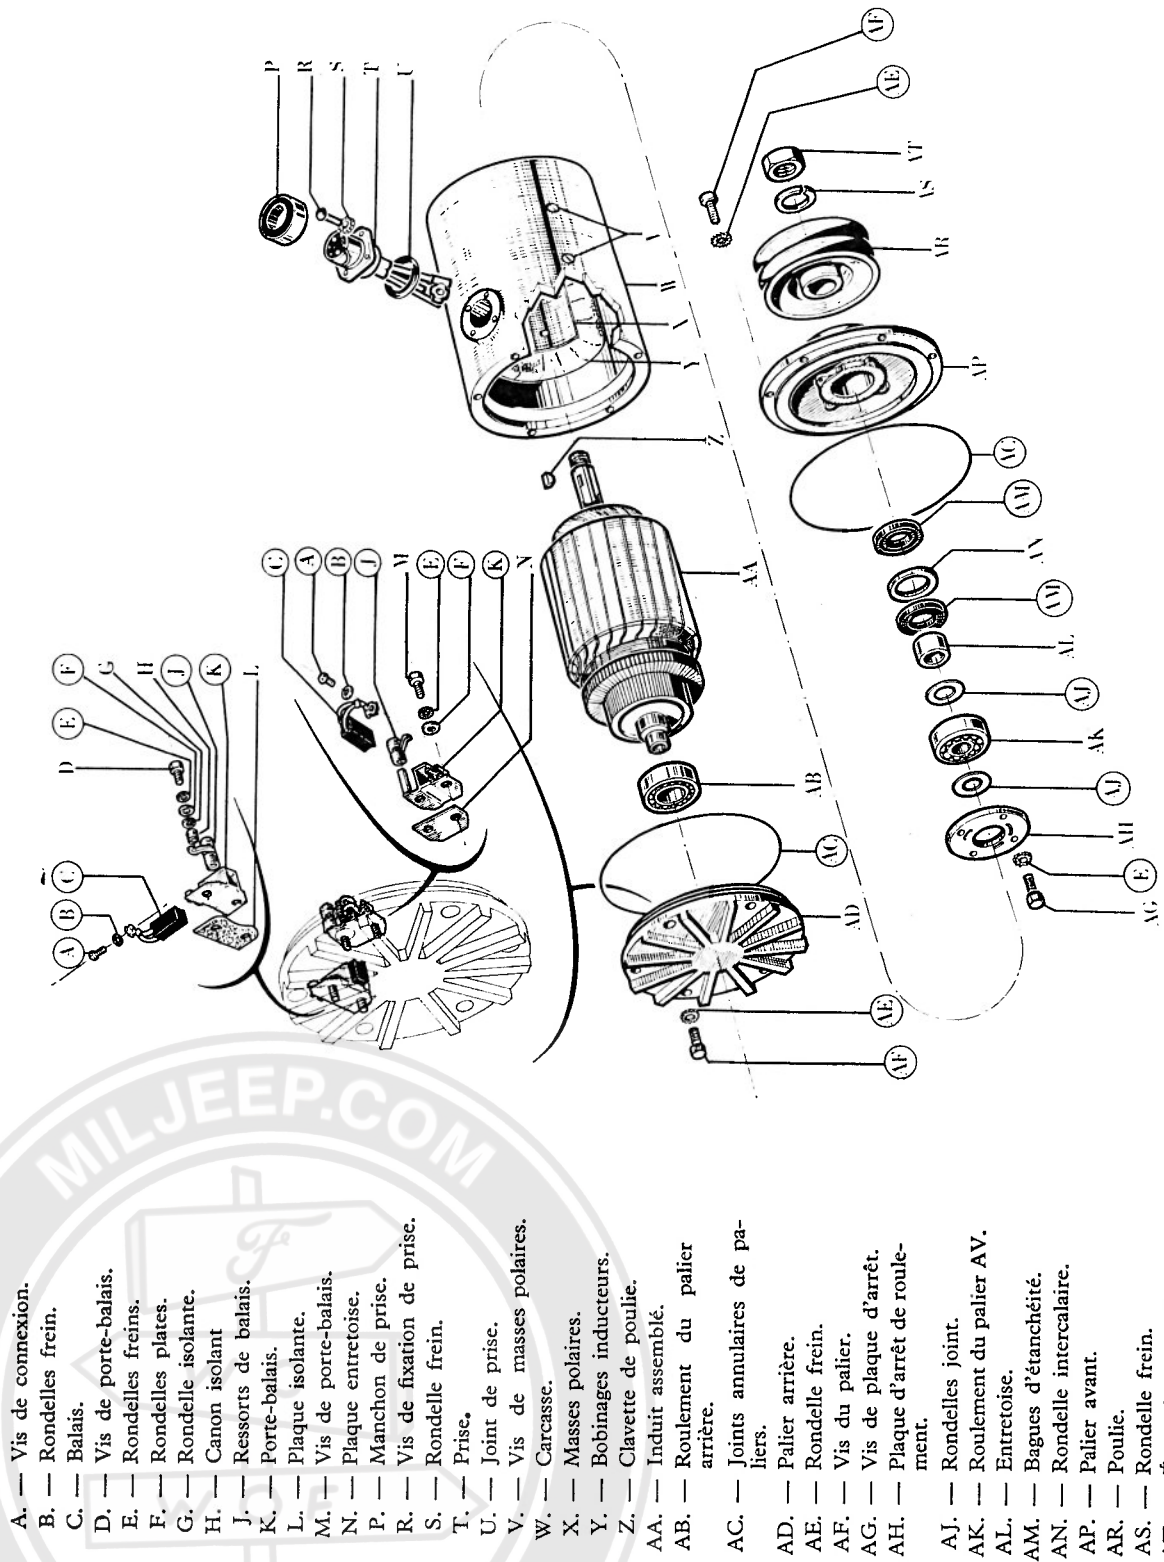

Figure 3. — Dynamo (vue éclatée).
5. DÉMONTAGE (fig. 3).
7. REMONTAGE (fig. 3).